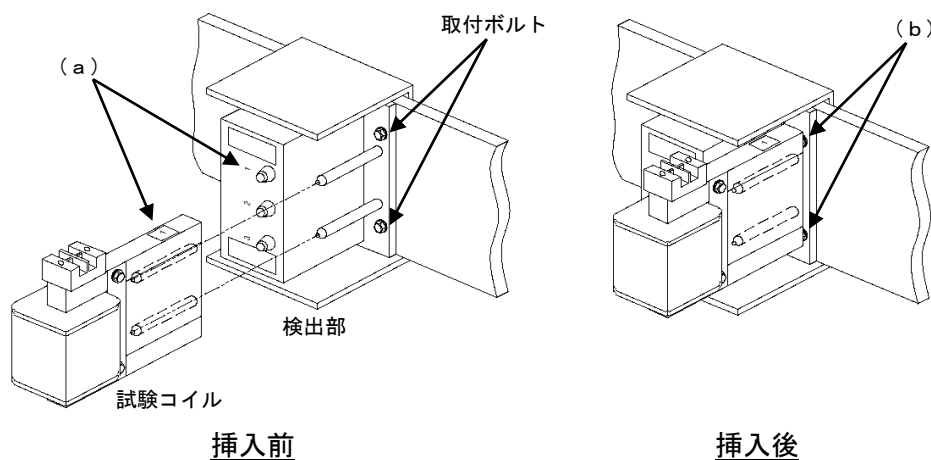

図2 試験コイルの取付
- (4) 試験コイルを図2のように挿入してください。この時、次の点に注意してください。